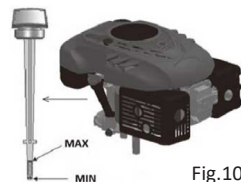

Fig.10
- Il tappo di scarico si trova sotto il motore (Fig. 10 - voce 1).
- Posizionare un contenitore adatto sotto il motore per raccogliere l'olio esausto e rimuovere il tappo. Inclinare il tosaerba in modo che tutto l'olio fuoriesca dal serbatoio. Dopo aver scaricato l'olio, riposizionare il tappo nel foro, assicurandosi che sia ben fissato, e pulire l'olio versato (Fig. 10).
- Aggiungere olio SAE30 o 15W-40 nel contenitore dell'olio. Quando l'indicatore del livello dell'olio viene inserito nel foro e avvitato, il livello dell'olio deve trovarsi tra i segni Min e Max (Fig. 10). Non riempire eccessivamente il contenitore.